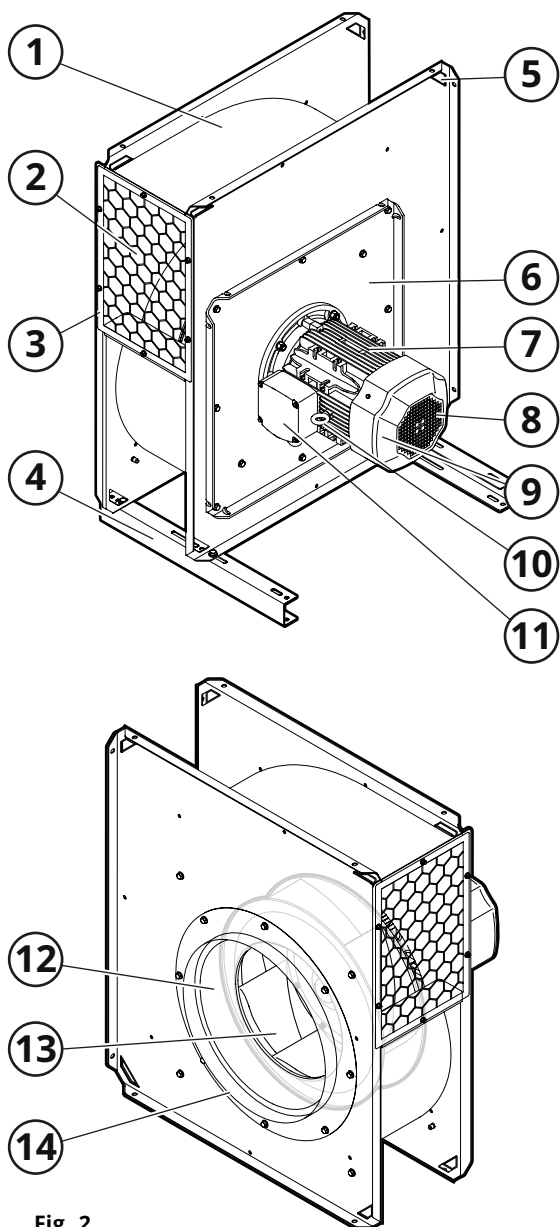

Fig. 2
Se Fig. 2.
Luft sugs in genom inloppet (14, Fig. 2) till centrum av fläkthjulet (13). Därefter sugs luften genom fläkthjulet och evakueras i fläktens utlopp (2).